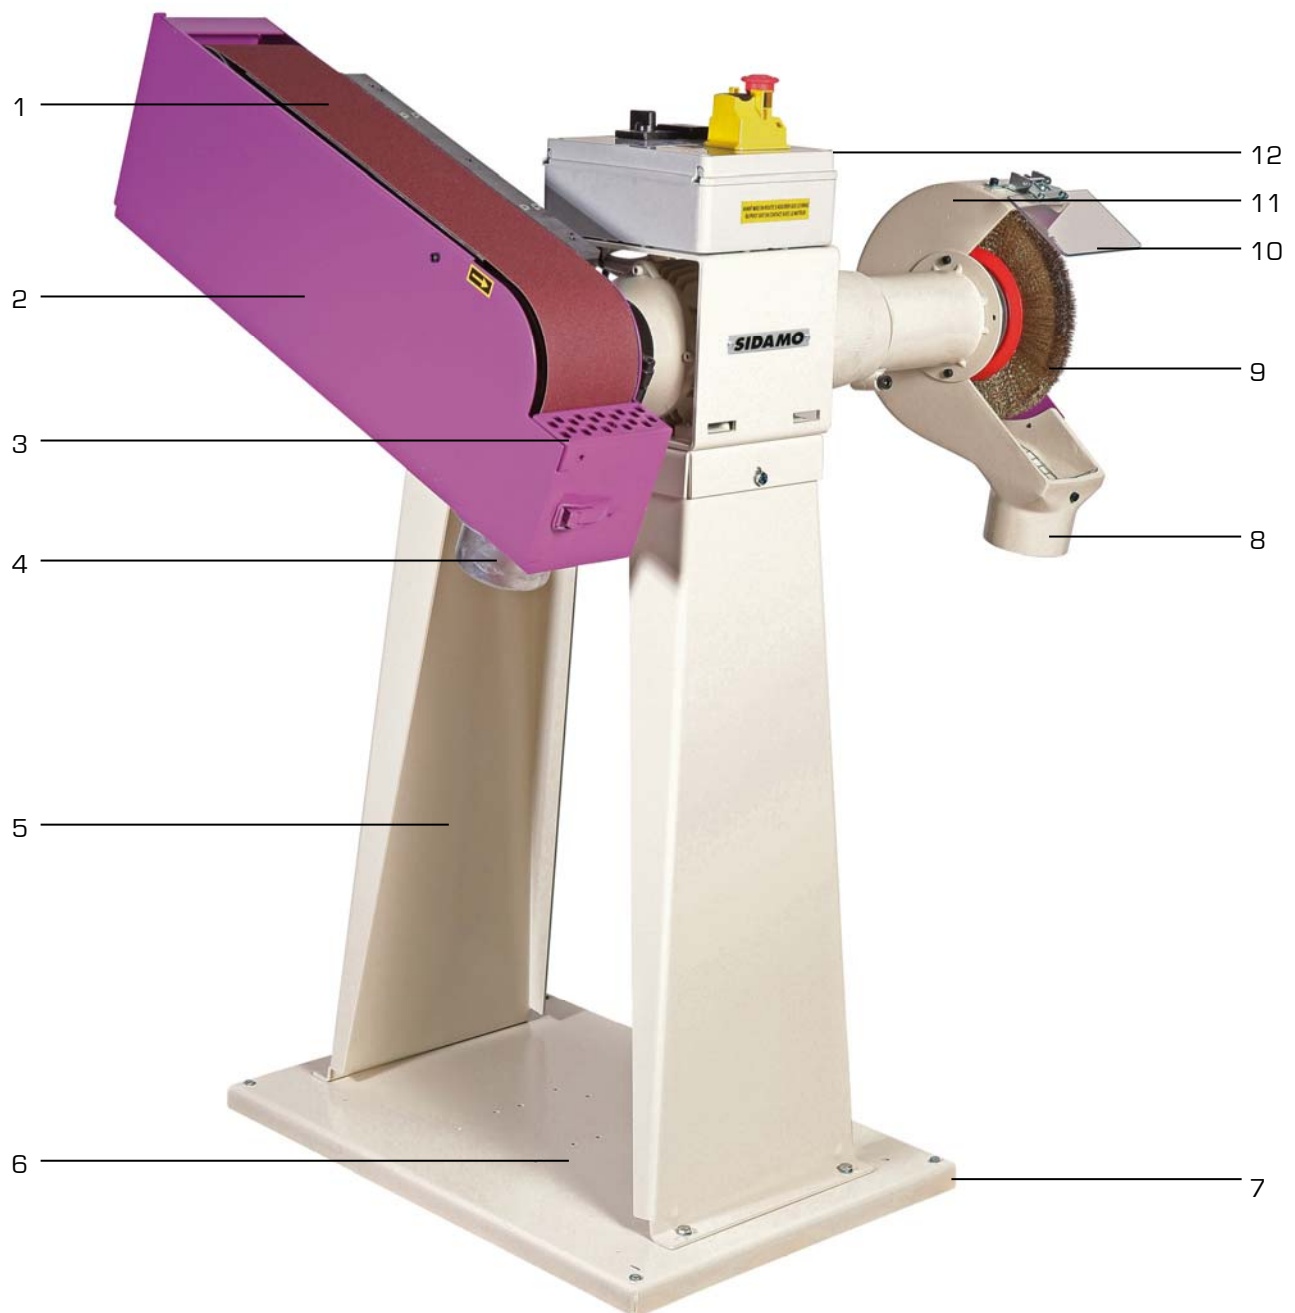

Figure 1
Afin d'obtenir un maximum de stabilité et de réduire les vibrations engendrées par le fonctionnement de la machine, fixer la ponceuse à bande/brosse combinée sur un sol dur et de niveau au moyen des trous de fixation (7 fig.1) prévus à cet effet (4 boulons M10).
Ce pictogramme de sens de défilement de la bande est présent sur le carter bande (2 fig.1).
- Pour un travail avec le carter de bande orientable de 0° à 90°, ôter la plaque de protection de bande (A).
- Pour un travail en bout de bande, ôter le carter de protection (B).
3. Travail côté brosse : régler l'écran de protection polycarbonate (10 fig.1).